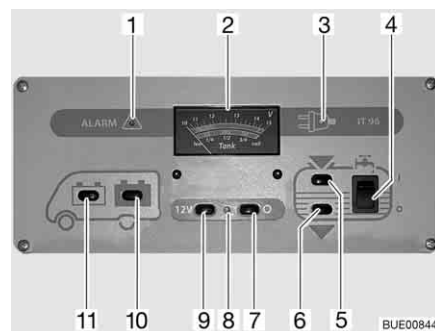

Fig. 161 Panel IT 96-2
El interruptor principal de 12 V (Fig. 161,7 y 9) conecta y desconecta el panel y la alimentación de 12 V del habitáculo.
**Conectar:** ■ Pulsar el interruptor (Fig. 161,9) "12 V": La alimentación de 12 V del habitáculo está conectada. La luz de control (Fig. 161,8) se enciende de color verde.
**Desconectar:** ■ Pulsar el interruptor (Fig. 161,7) "O": La alimentación de 12 V del habitáculo está desconectada. La luz de control (Fig. 161,8) se apaga.
Observar la escala superior del instrumento indicador V/depósito (Fig. 161,2). El instrumento indicador se ilumina automáticamente al accionar el interruptor.
- Pulsar el interruptor (Fig. 161,11) "🔌": Indica la tensión de la batería del motor de arranque.
- Pulsar el interruptor (Fig. 161,10) "🔌": Indica la tensión de la batería del habitáculo.
Observar la escala inferior del instrumento indicador V/depósito (Fig. 161,2). El instrumento indicador se ilumina automáticamente al accionar el interruptor.
- Pulsar el interruptor (Fig. 161,5) "": Indica la cantidad de agua.
- Pulsar el interruptor (Fig. 161,6) "": Indica la cantidad de aguas residuales.
- Pulsar el interruptor basculante (Fig. 161,4) por arriba "I": El suministro de agua está conectado.
- Pulsar el interruptor basculante (Fig. 161,4) por abajo "O": El suministro de agua está desconectado.
La luz roja de "ALARMA" (Fig. 161,1) parpadea en cuanto la tensión de la batería del habitáculo baja de 11 V (medición durante el servicio) y hay peligro de descarga completa.
Se enciende la luz de control de 12 V (Fig. 161,8) cuando se conecta el interruptor principal de 12 V (Fig. 161,9).
Se enciende la luz de control de 230 V (Fig. 161,3) amarilla cuando hay tensión de red en la entrada del bloque eléctrico.